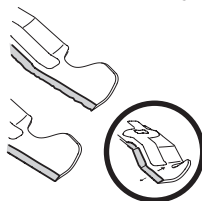

Figura 41
4. Para afilar las cuchillas de corte de forma adecuada, extraiga cantidades iguales de metal de ambos extremos de las cuchillas a lo largo de los bordes cortantes, paralelo al borde de caída y a un ángulo de 25° a 30°. Afile siempre cada borde de las cuchillas de corte de forma pareja para mantener un equilibrio adecuado entre las mismas (Figura 41).